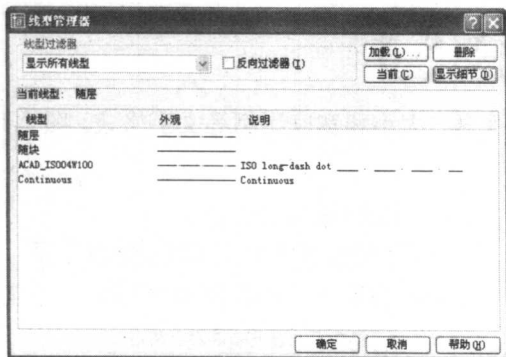

图 1-10 “线型管理器”对话框
(1) 单击“格式”|“线型”命令或直接在命令行中输入 LINETYPE 命令按回车键,弹出“线型管理器”对话框,如图 1-10 所示。